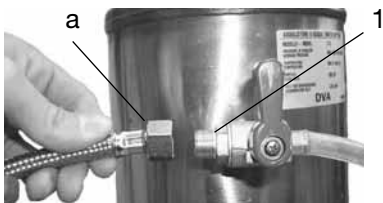

Abbildung 5
1. Verwenden Sie den Schlauch **a** (900 mm, dem Gerät beiliegend), um das Absperrventil der Wassernetzes mit dem Einlassventil **1** des Wasserenthärters zu verbinden (Abbildung 5).